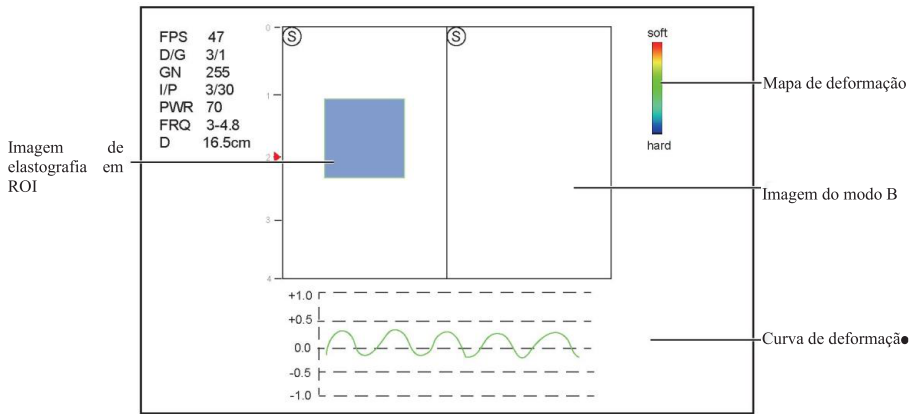

Figura 7-1 Tela de imagem de elastografia
- 3. Toque em **Elasto** na tela sensível ao toque para inserir a imagem de elastografia. Como mostra a Figura 7-1, a imagem de elastografia é exibida à esquerda e uma imagem em modo B em tempo real é exibida à direita.